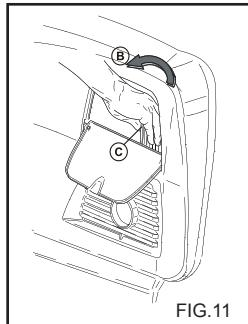

FIG.11
Dit hoofdstuk betreft alleen de modellen die voorzien zijn van een "drukregelaar". Deze drukregelaar, Fig. 11, maakt het mogelijk tijdens het werk de druk te regelen. Door de handgreep C tegen de klok in (B) te draaien (minimum) wordt de bedrijfsdruk verlaagd.